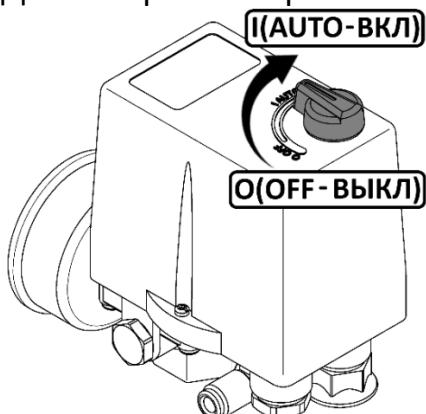

Рисунок 5
- Проверьте, чтобы выключатель на прессостате находился в выключенном положении "OFF" (см. рисунок 5).
Для пуска компрессоров СБ4/C-24.OLD20-3, СБ4/C-50.OLD20-3, СБ4/C-50.OLD20-3/10 после срабатывания защиты выполните следующие действия: после того, как двигатель остынет до допустимой температуры переключите выключатель на прессостате в положение "**OFF**" (рисунок 5), а затем включите компрессор переключив выключатель в положение "**AUTO**".